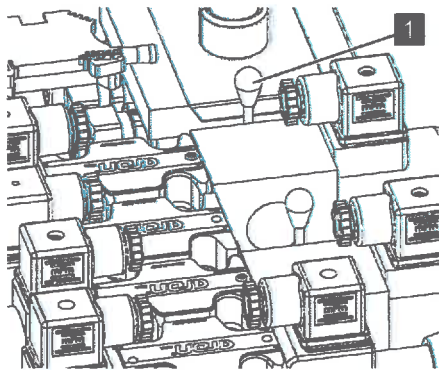

Abb. 83: Nothandbetätigung
5. Die Nothandbetätigung (Abb. 83/1) vom Ketten-fahrwerkventil abschrauben und entnehmen.